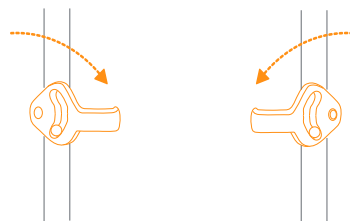

Fig. 14a
14) • From the rear side of the stroller engage both car seat support tabs (Fig. 14a).
- Primero gire la bandeja pra niños: Desde la parte trasera del carrito, enganche ambas lengüetas de soporte del asiento para automóvil (Fig. 14a).